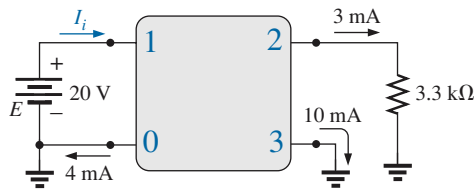

FIG. A4.125
- *42. Para el circuito integrado de la figura A4.125, determine $V_0, V_{03}, V_2, V_{23}, V_{12}$, e I_f .